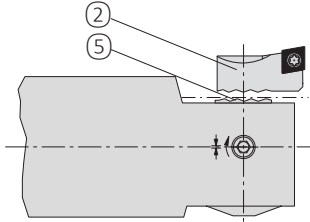

Рис. 3
Ползун ⑤ специально предназначен для быстрого и легкого закрепления резцовых вставок ② (рис. 3).